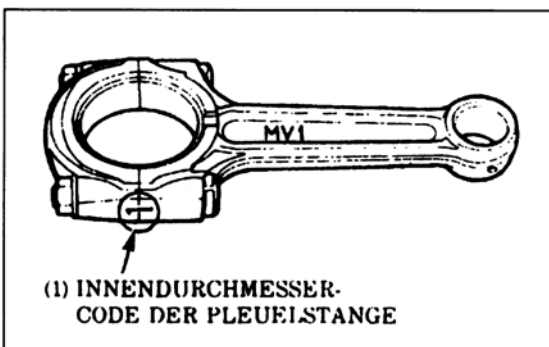

Bild 143
● Falls Verschleissgrenze des Pleuellagerspiels überschritten, Code-Nummer des Pleuel-Innendurchmessers ① Bild 143 (1 oder 2) und Code-Buchstaben des Hubzapfen-Aussendurchmessers auf den äusseren Kurbelwangen (A oder B) notieren. Anhand dieser Nummern in Tabelle/Bild 144 Farbe der Austauschlagerschale feststellen. Lagerschalendicke: